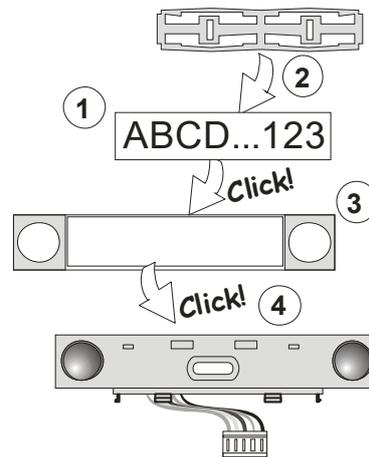

Figure 3 : Insertion d'une étiquette dans un segment de commande
- Quand les piles sont insérées, la touche d'activation jaune rétro-éclairée (3) commence à s'allumer en permanence, ce qui indique que le module n'a pas encore été attribué dans le système.
- Appuyer sur la touche d'activation rétro-éclairée (3) - le module est ainsi attribué et l'indicateur LED jaune s'éteint (cela peut prendre quelques secondes). Un signal d'inscription peut également être envoyé par l'insertion des piles.
- Lorsque l'installation est terminée, insérer les étiquettes descriptives derrière les capots en plastique transparents du segment et les fermer, voir la figure 3. L'impression des étiquettes fait partie du logiciel F-Link (fenêtre **Périphériques**, sur la position du module RFID - **Paramètres internes**).